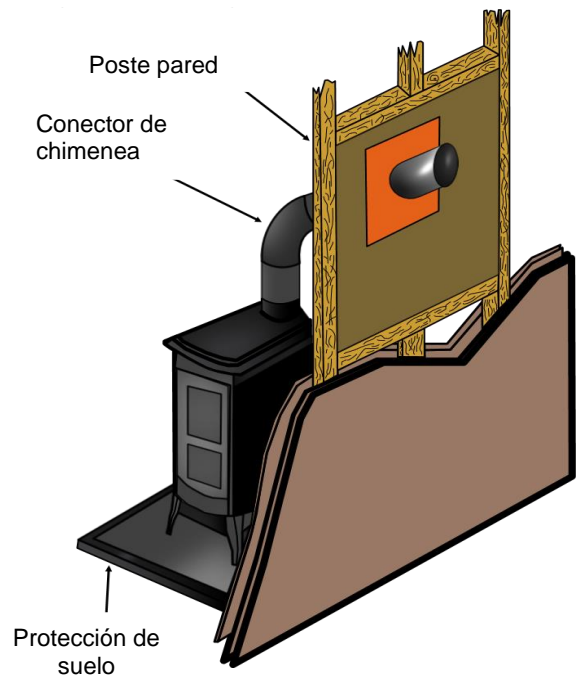

Fig. 5. – Ejemplo de salida de humos a través de pared.
- Retire el material combustible para que éste no toque el conector ni la salida de humos, la distancia necesaria será de 300 mm. Todo el material que se instale cerca del conector o el conducto de humos debe ser material no combustible. (Fig. 5).